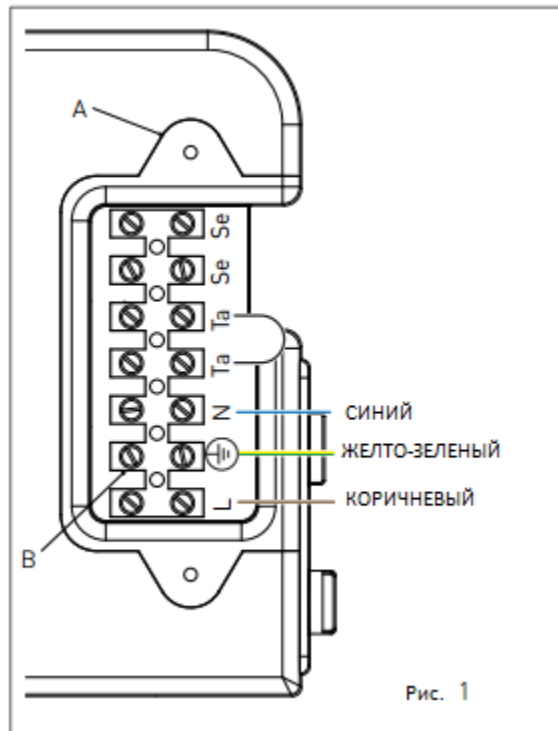

Рис. 1
- > Ослабьте два винта и снимите панель А (см. рис. 1).
- > После этого подсоедините кабели к клеммной коробке В (см. рис. 1):
Чтобы вставить кабели в устройство, используйте сальники P1 и P2, размещенные под панелью (см. рис. 1). Прodelайте в сальнике отверстие размером меньше диаметра кабеля, чтобы обеспечить герметичность соединения.